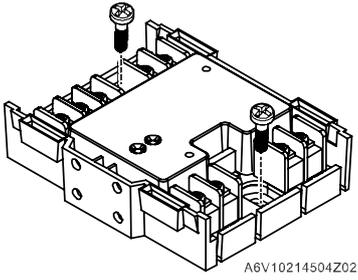

图 1
- 表面安装 (图 1)
2. 用两颗螺钉(M4)将模块固定 (图 1)。安装孔距离：63.5 ± 1.0 mm。